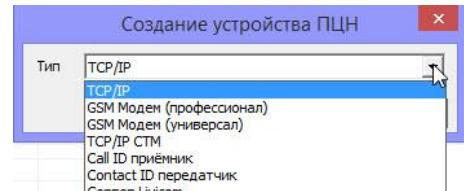

Рисунок 6.3 — Создание карточки устройства
- 3) В открывшемся окне *Создание устройства ПЦН* выберите тип создаваемого устройства и нажмите кнопку *OK* (см. рисунок 6.3). В результате будет создана карточка устройства.